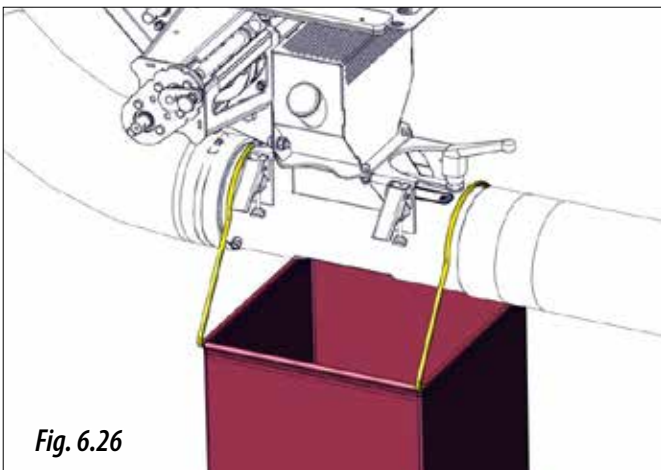

Fig. 6.26
- 3- Așezați sacul furnizat (2) sau un container sub ieșirea canalului de evacuare al injectorului venturi (Fig. 6.26).